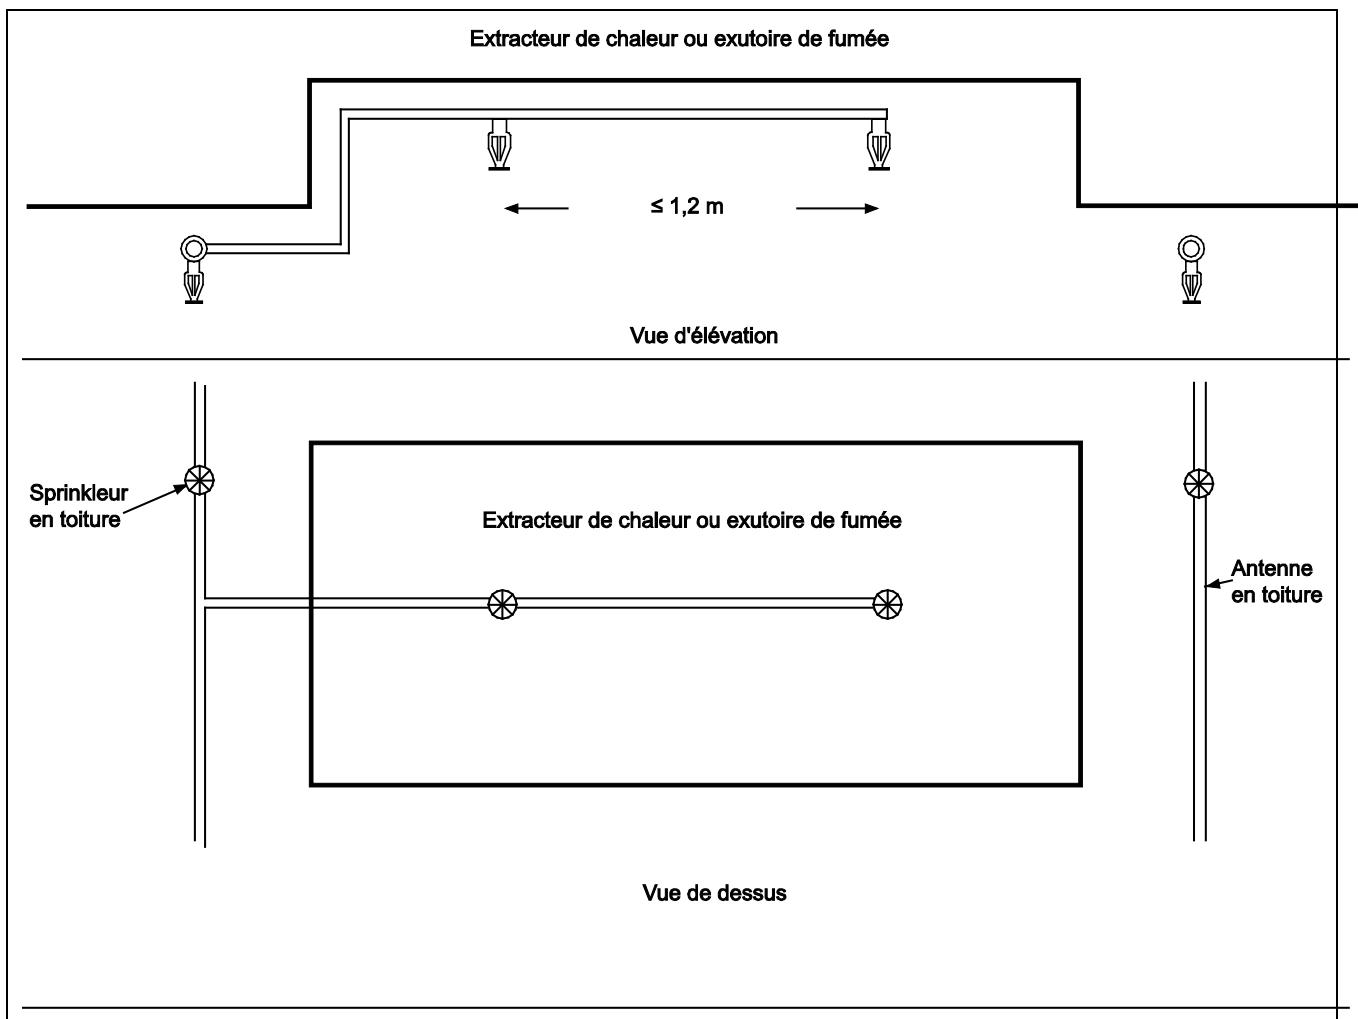

Fig. 24a. Sprinkleurs à réponse rapide installés sous des exutoires de chaleur et de fumée automatiques.
- Installer des sprinkleurs à réponse rapide directement sous la bouche de sortie d'air selon un espacement linéaire de 1,2 m maximum et une surface de protection de 1,5 m2 maximum. Placer l'axe de l'élément thermosensible du sprinkleur conformément aux recommandations de la section 2.2.3.4. S'assurer au minimum que le facteur K et l'orientation de ces sprinkleurs sont identiques à ceux des sprinkleurs en toiture adjacents. Il faudra également s'assurer qu'ils sont alimentés par une canalisation de diamètre au moins égal à celui des antennes en toiture. Il n'est pas nécessaire d'ajouter au dimensionnement hydraulique du réseau sprinkleur en toiture les sprinkleurs placés sous l'exutoire et installés comme indiqué ci-dessus. Voir la Figure 24a pour le schéma de cette configuration.